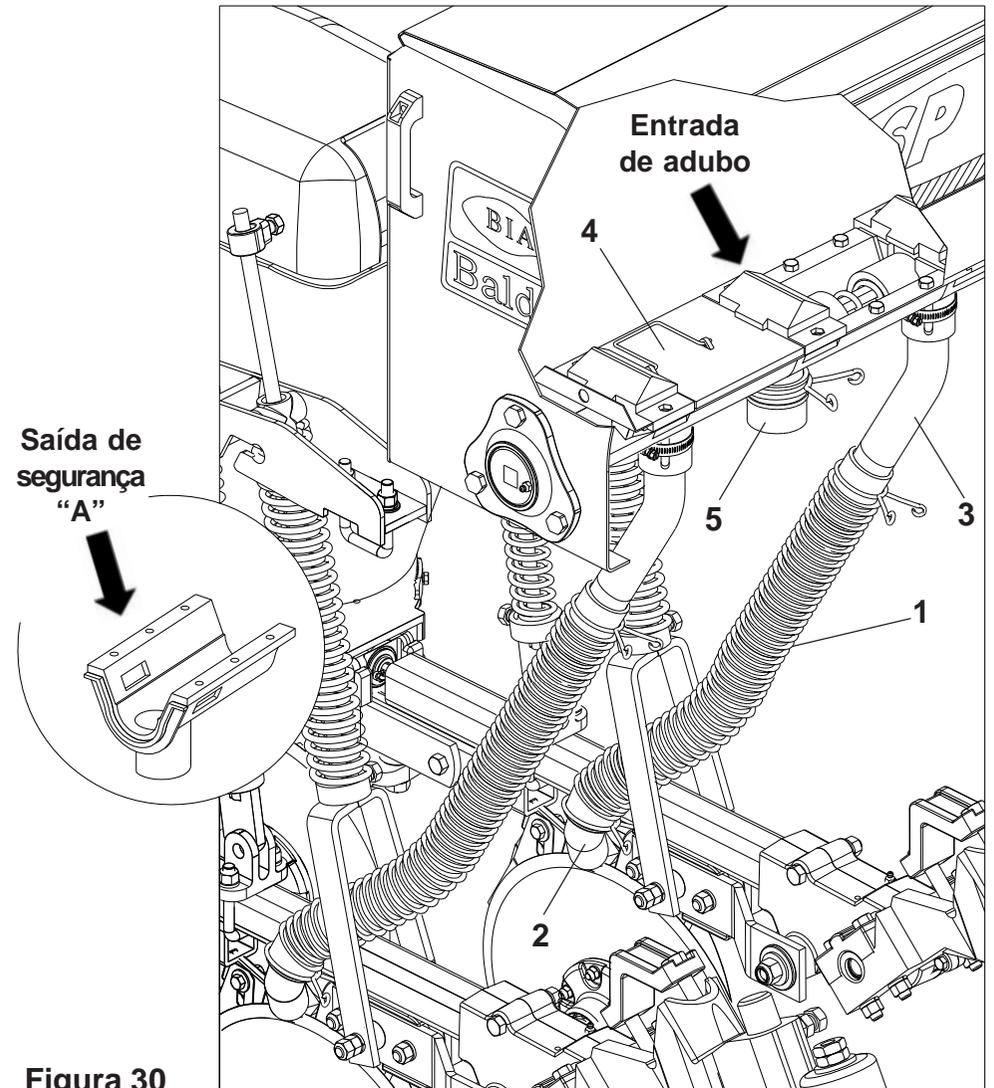

Figura 30
## 9 - SISTEMA DE DISTRIBUIÇÃO DE ADUBO DEPÓSITO METÁLICO (FIGURA 30)
2 - Ao determinar o número de linhas e o espaçamento desejado, acople os mangotes (1) na bica do adubo (2), fazendo a ligação dos mangotes que estiverem mais próximos às linhas, evitando que os mesmos fiquem cruzados ou dobrados. Para melhor alinhamento dos mangotes utilize se necessário a bica com grau (3), conforme **Figura 30**.